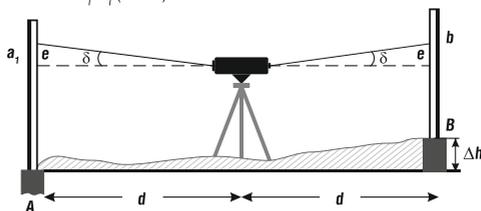

Рисунок 9
- а) Установите две рейки **A** и **B** на расстоянии 50 м друг от друга. Установите прибор посередине между ними. Отгоризантируйте прибор и возьмите отсчет по рейкам **A** и **B** соответственно. Превышение между ними $dh = a_1 - b_1$ (Рис. 9).